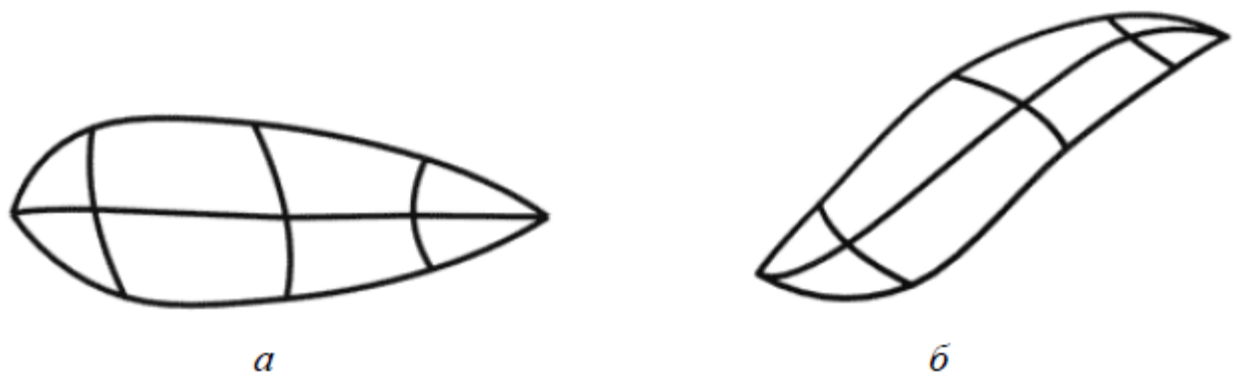

Рис. 6.4. – Создание базы листа
- 4) Включите 3D привязки EndPoint и постройте поперечные сплайны с помощью команды Create Line как показано на рис. 6.4 а. Придайте более изящную форму каркасу, выделяя и перемещая точки в окнах проекций (рис. 6.4 б).